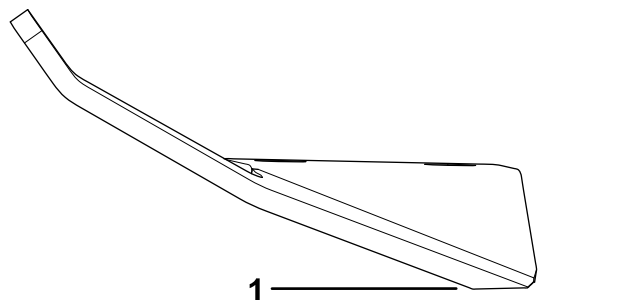

Figure 108
1. Avec une lime ou un outil d'affûtage, affûtez le tranchant aux deux extrémités de la lame (Figure 108).
Remarque: Si la lame est déséquilibrée, limez un peu l'extrémité lourde de la lame au niveau de l'ailette seulement (Figure 108).